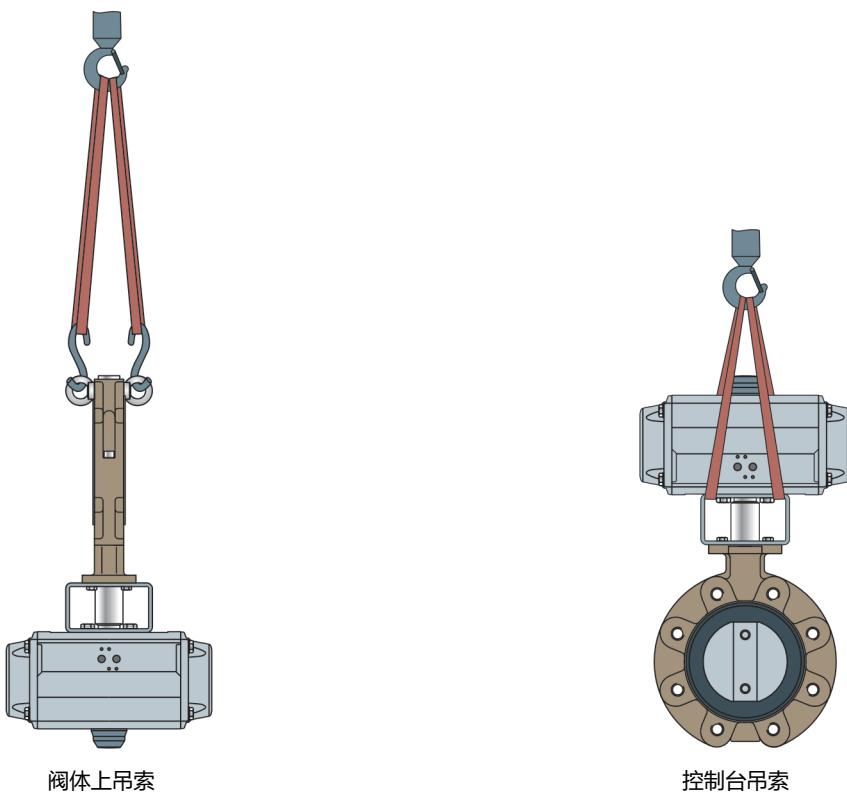

图 4-1: BR 11e 蝶阀提升点
- ⇒ 使用带有安全夹的挂钩作为悬吊元件，以防吊索在提升和运输期间滑离挂钩，请参见图 4-1。
- ⇒ 将吊索扣紧到起重机或叉车的每个悬吊元件 (例如, 挂钩), 请参见图 4-1。
- ⇒ 将吊索扣紧到起重机或叉车的托架和悬吊元件（例如，挂钩），请参见图 4-1。在执行此操作时，请检查承载量和吊索长度，以确保安全。